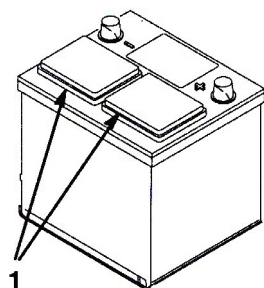

図2
2. バッテリーの上部をきれいに洗浄し、通気キャップを外す(図2)。